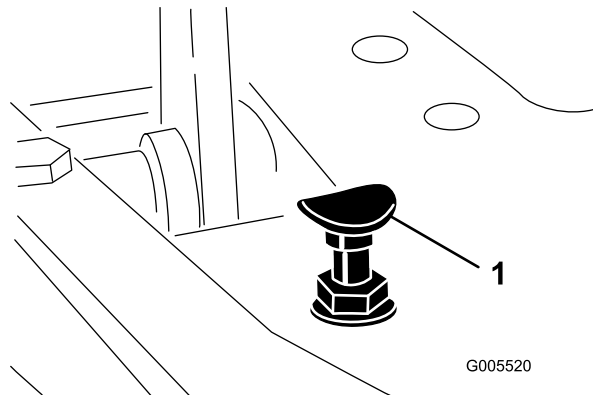

Figura 56
Para obter a velocidade máxima de transporte, engate a alavanca de controlo de função na posição de transporte e carregue para baixo no pedal de tracção. Se o pedal entrara em contacto com o batente (Figura 56) antes de se sentir tensão no cabo, é necessário efectuar um ajuste:
1. Ponha a alavanca de controlo de função na posição de transporte e liberte a porca de bloqueio que fixa o batente do pedal à placa inferior (Figura 56).